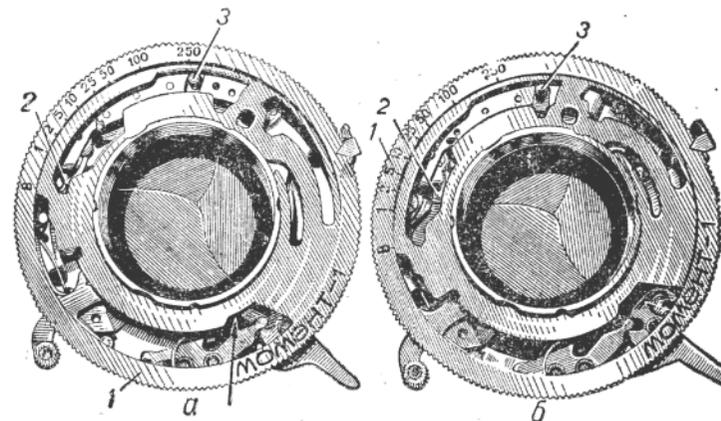

Рис. 38. Кольцо установки выдержек затвора:
Выдержки затвора. Необходимая выдержка затвора устанавливается кольцом / (рис. 38,а).
Кольцо регулирует положение деталей механизма замедления (рис. 36,а) и рычага 5, с помощью которых устанавливается определенная выдержка: На рычаге 8 имеется вертикальный отгиб (см. стрелку на рис. 38), а на кольце / в этом же месте углубление. Следовательно, отгиб рычага, находясь против углубления в кольце, может несколько передвинуться вперед (на рычаге 5, рис. 36,б) есть пружина, которая его поворачивает). Кроме вертикального, на рычаге 8 имеется остrokонечный отгиб, который может задерживать заводное кольцо 2 (рис. 36,а), когда кольцо / (рис. 38) находится в положении а. В по-
ложении б (рис. 38) кольцо 1 не позволяет повернуться рычагу 8 (рис. 36,в) и заводное кольцо 2 (рис. 36,а) не задерживаясь, передвигается в исходное положение. Следует обратить внимание на следующие обстоятельства. Когда движется заводное кольцо 2, оно при помощи рычага 12 (рис. 36,з) поворачивает кулису 1, связанную с лепестками затвора и тем самым открывает лепестки.
В момент, когда при установке выдержки «В» рычаг 8 останавливает заводное кольцо 5, лепестки полностью открыты. В таком положении они остаются до тех пор, пока не опускается спусковой рычаг 9, поворачивающий рычаг 10, отгиб которого освобождает рычаг 8. Во время работы выдержки «В» механизм замедления 5 выключен, т. е. рычаг 3 (рис. 36,я) и палец 4 сектора устанавливаются кольцом 1 (рис. 38) в таком положении, при котором они не могут перемещаться.
Все остальные автоматические выдержки срабатывают при участии механизма замедления 5 (рис. 36,а), а в это время кольцо 1 (рис. 38) устанавливает рычаг 8 (рис. 36,а) в нерабочее положение.
Автоматические выдержки регулируются временем и величиной поворота сектора 4 механизма замедления 5. При выдержках 1; 1/2; 1/5; 1/10 сек работает анкер, установленный на рычаге 3, и сектор 4 механизма замедления. При установке кольца 1 (рис. 38) на эти выдержки начинает двигаться рычаг 3 (рис. 36,а), включающий в работу анкер и палец сектора 4. На рис. 38,б показано положение кольца 1 и других деталей (отгиба рычага 8, рис. 36,а), рычага 8 и пальца 4 при установке выдержки 1 сек. Радиус поворота сектора 4 меняется в зависимости от устанавливаемой выдержки. Чем больше радиус поворота сектора, тем продолжительнее выдержка.
ца 1 (рис. 38). При установке кольца 1 на любую автоматическую выдержку палец сектора 4 (рис. 36,а) поворачивается и регулирует радиус поворота сектора.
При выдержке 1/250 сек включается в работу пружина 11, которая сообщает кольцу 2 большую скорость. При установке кольца 1 (рис. 38) против индекса 1/250 сек его движение несколько затрудняется. Это означает включение пружины 11 (рис. 36,а).
5. Неправильно работают замедленные выдержки. - Работа замедленных выдержек регулируется механизмом замедления при включенном анкере (рис. 36,а,б). Механизм замедления 5 укреплен тремя винтами. Отверстия в лапках механизма для винтов имеют овальную форму, благодаря которой механизм при незатянутых винтах можно незначительно перемещать. Легче и точнее производить регулировку при выдержке 1/10 сек. При этом зазор между пальцем на секторе 4 и выступом кольца выдержек 1 (рис. 38,а) должен быть минимальным. Если при минимальном зазоре работала выдержка 1/10 сек, тогда и другие выдержки будут работать относительно точно.